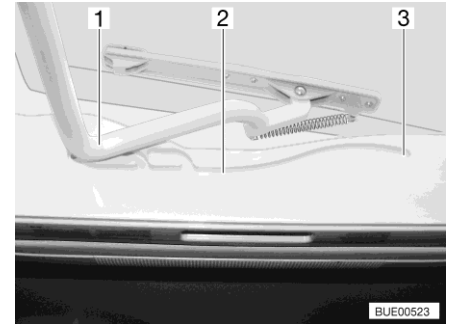

Bild 34 Führung (Kipp-Dachhaube)
- Den Bügel (Bild 34,1) in den Führungen (Bild 34,2) bis in die hinterste Position (Bild 34,3) ziehen.
- Den Bügel (Bild 34,1) mit beiden Händen leicht nach oben drücken.
- Den Bügel in den Führungen (Bild 34,2) bis zur gewünschten Stellung ziehen.